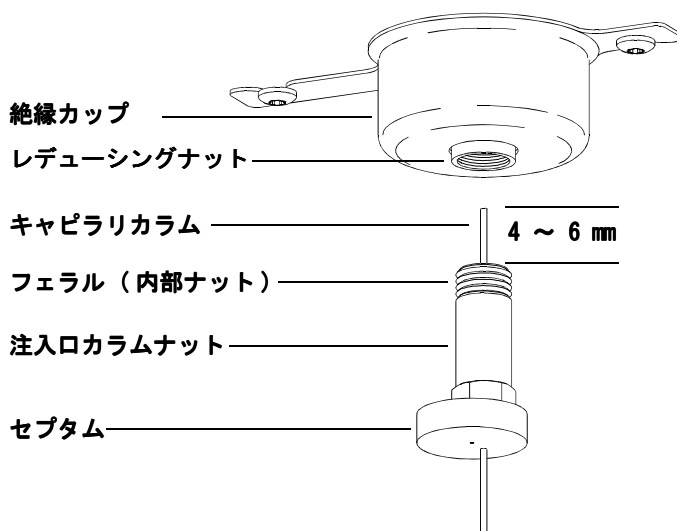

図 8 スプリット / スプリットレス注入口へのキャピラリカラムの取り付け
- 2 カラムをフェラルの端から 4 ～ 6 mm 出るように調整します (図 8)。